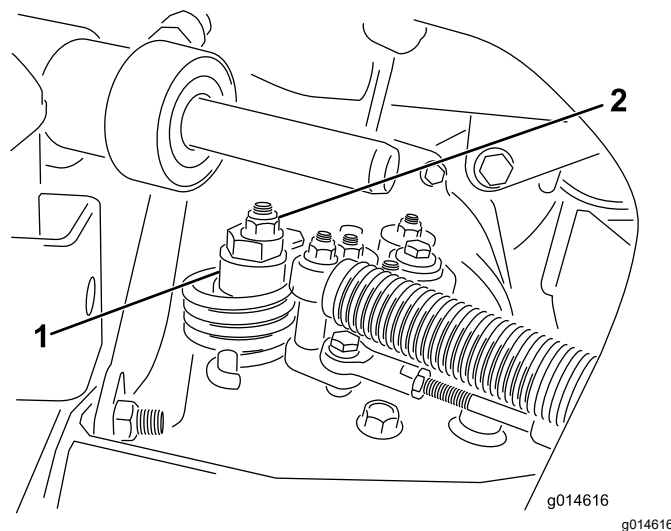

Figure 52
- A. Desserrez l'écrou de fixation de l'excentrique en haut de l'hydrostat (Figure 52).
- C. Tournez l'excentrique jusqu'à ce que la roue ne tourne plus dans aucune direction. Lorsque la route arrête de tourner, serrez l'écrou pour bloquer l'excentrique et le réglage (Figure 52). Vérifiez le réglage avec la commande d'accélérateur en position BAS RÉGIME, puis HAUT RÉGIME.